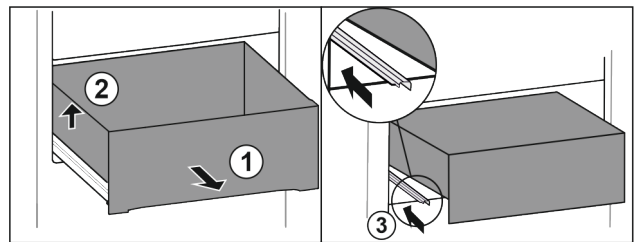

Fig. 82
- ▶ Extraiga el cajón hasta el tope. Fig. 82 (1)
- ▶ Levante el cajón por la izquierda. Fig. 82 (2)
- ▶ Retraiga la guía izquierda. Fig. 82 (3)